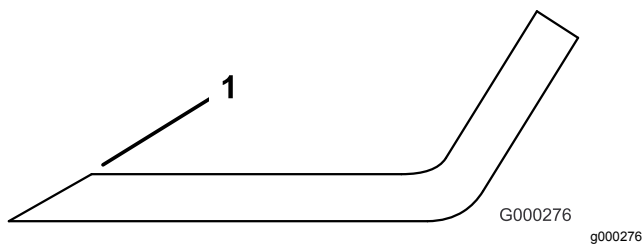

Bild 114
3. Prüfen Sie die Schnittkanten aller Messer und schärfen die Kanten, wenn sie stumpf sind oder Kerben haben (Bild 114).
Hinweis: Schärfen Sie nur die Oberseite der Schnittkante und behalten Sie den ursprünglichen Schnittwinkel bei, um die Schärfe des Messers zu gewährleisten (Bild 114). Das Schnittmesser bleibt ausgewuchtet, wenn von beiden Schnittkanten die gleiche Materialmenge entfernt wird.